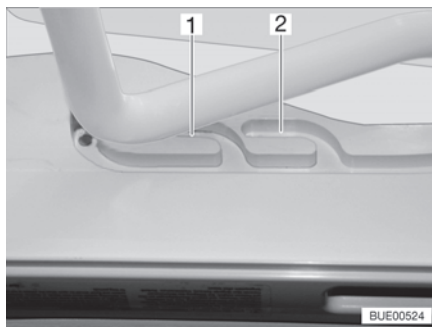
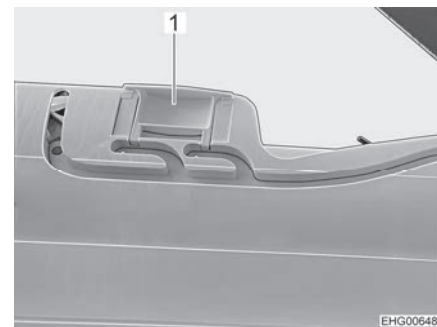

Fig. 32 Glissière (position de ventilation)
Fig. 33 Verrouillage (position de ventilation)
Il est possible d'amener le lanterneau Heki en deux positions de ventilation : Position pour mauvais temps (Fig. 32,1) et position intermédiaire (Fig. 32,2). Selon l'équipement, il est possible de verrouiller le lanterneau en position intermédiaire avec les deux verrous (Fig. 33,1) à gauche et à droite du cadre du lanterneau.
- Pousser légèrement l'étrier vers le haut, le pousser dans la glissière choisie (Fig. 32,1 ou 2) et le verrouiller si nécessaire.